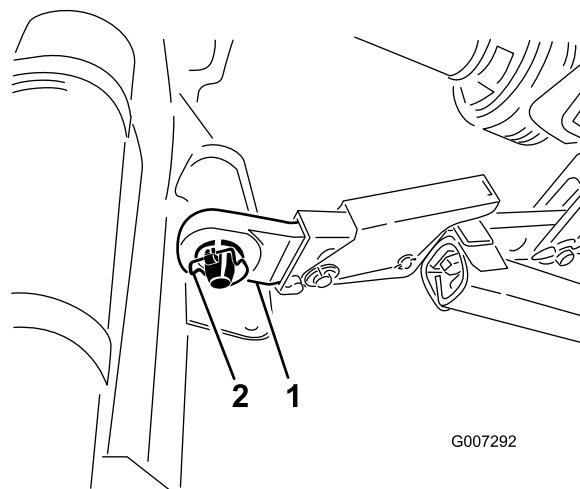

Рисунок 6
5. Установите правый и левый рычаги нижних тяг на пальцы сцепного устройства (Рисунок 6).
6. Закрепите рычаги нижних тяг на пальцах сцепного устройства с помощью шплинтов с кольцом (Рисунок 6).